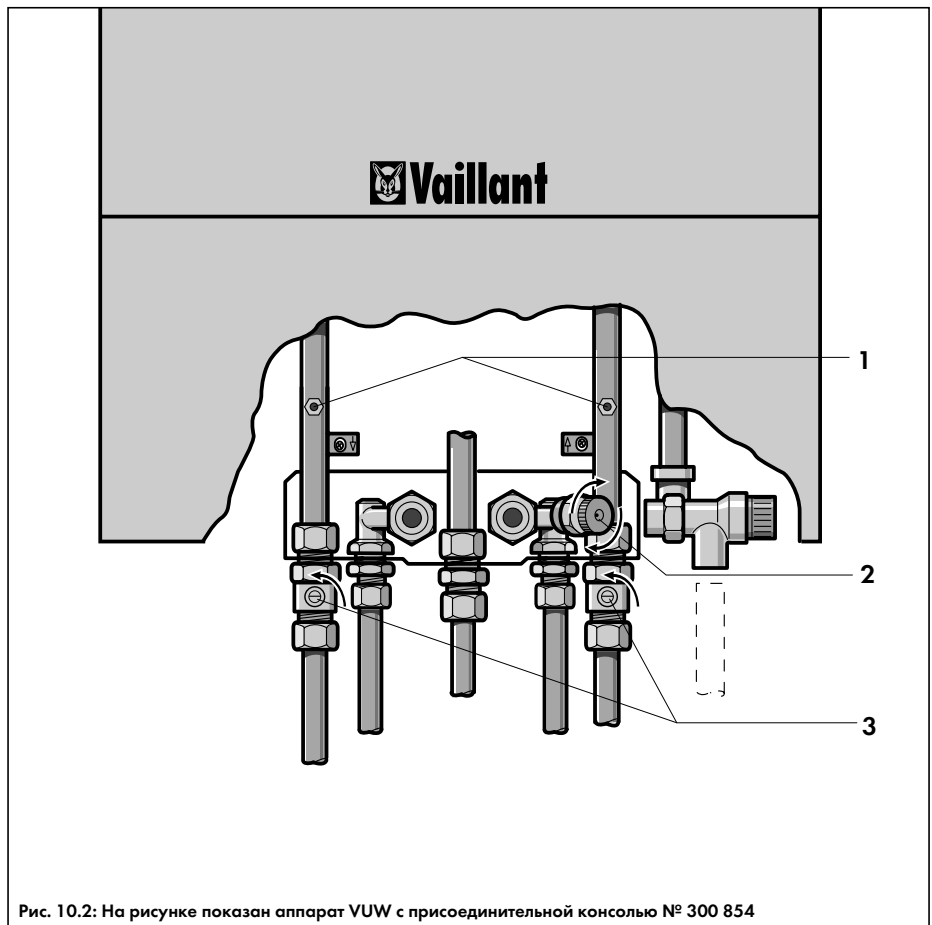

Рис. 10.2: На рисунке показан аппарат VUW с присоединительной консолью № 300 854
- Закрыть сервисные краны контура отопления (3, рис. 10.2);
- У аппаратов VUW: Закрыть кран холодной воды (2, рис. 10.2).
- Отсечь аппарат от системы отопления, закрыв сервисные краны (3, рис. 10.2);
- Подсоединить к сливным штуцерам (1, рис. 10.2) отрезок гибкого шланга и опустить их в какую-либо подходящую емкость;
- Спустить из аппарата воду через сливные штуцеры (1, рис. 10.2), открутив их ключом на 10 на 1-2 оборота;
- Открыть сервисные краны (3, рис. 10.2) в контуре отопления. В случае необходимости произвести подпитку системы отопления (см. главу 6.4).
- Открыть сервисные краны (3, рис. 10.2) в контуре отопления. В случае необходимости произвести подпитку системы отопления (см. главу 6.4);